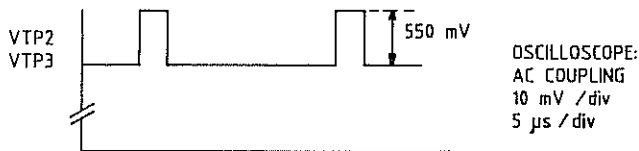

Abb. 2 Kalibrierungs- und Schwarzabhebungsspannung
(4) EINSTELLUNG DER KALIBRIERUNGS- UND SCHWARZ- ABHEBUNGSSPANNUNG
- Mit Potentiometer R63 der Videoverstärker-Karte die Kalibrierungsspannung auf $550 \text{ mV} \pm 25 \text{ mV}$ einstellen; siehe nachstehende Abbildung 2.
- Mit Potentiometer R21 der Videoverstärker-Karte die Schwarzabhebungsspannung auf $550 \text{ mV} \pm 25 \text{ mV}$ einstellen; siehe obige Abb. 2.